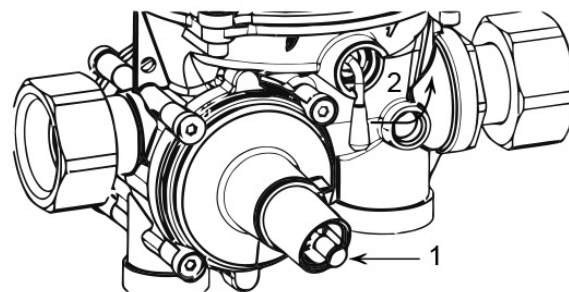

Рис.4
2.3.5 Потяните за ручку 1 штока ПЗК на себя (см. рисунок 4) до его фиксации.
2.3.7 Удерживая шток ПЗК за ручку 1, поверните ручку 2 (см. рисунок 4) в направлении стрелки до упора.